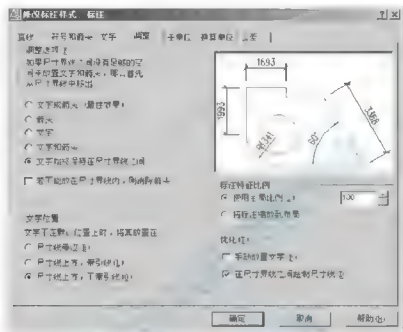

图 3.23 【文字】选项卡的设定
③ 【文字】选项卡的设定如图 3.23 所示。在设定【文字】选项卡之前，可以单击【文字样式】下拉列表右边的...按钮，查看文字的格式是否符合要求。前面讲文字样式时，已经设定 Standard 样式字体为 simplex 字体。